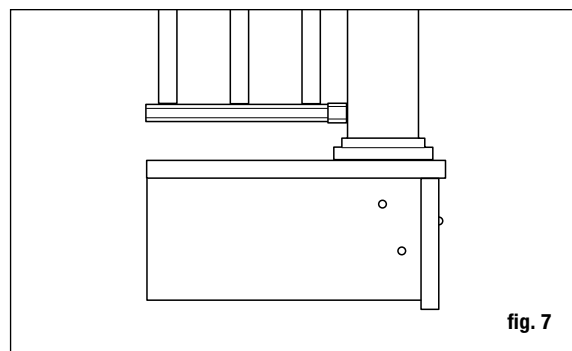

fig. 7
Paso 3 Posiciones, alinee verticalmente con un nivel, y sujete con abrazaderas el poste de barandal de escalera a la cara interior del travesaño. Vuelva a alinear verticalmente. El poste de barandal de 10.2 x 10.2 cm (4x4 pulg.) debe sujetarse con pernos al interior del travesaño usando dos pernos de carrocería galvanizados de 1.27 x 15.24 cm (1/2 x 6 pulg.). Los postes en esquinas requieren un tercer perno de carrocería insertado a través de la viga adyacente (fig. 7). Los postes a nivel de piso deben fijarse en concreto.